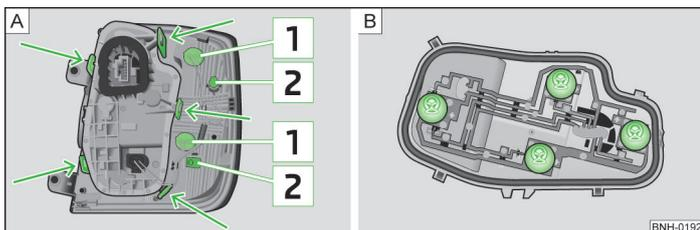

Fig. 179 Parte exterior de la lámpara / parte interior de la lámpara
- Introducir presionando con cuidado la luz posterior en la carrocería de tal manera que los pernos [2] » fig. 179 de la página 213 en la lámpara encajen en los alojamientos de la carrocería » .
- Girar el portalámparas **1** » fig. 179 en el **sentido contrario** al de las agujas del reloj y extraer de la carcasa.
- Desbloquear el portalámparas en las bridas de enclavamiento señaladas con las flechas » fig. 179 - **A** y extraer el portalámparas de la luz posterior.
- Girar el portalámparas » fig. 179 - **B** hasta el tope **en el sentido contrario** al de las agujas del reloj y extraerlo de la carcasa.